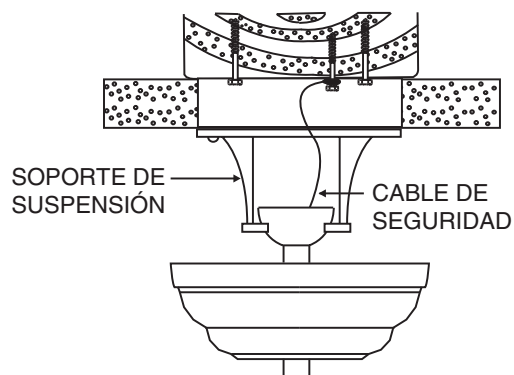

FIGURA 9
1. Se incluye un soporte de seguridad adicional para evitar que el ventilador se caiga. Sujete el cable de seguridad a la viga del techo con un tornillo y una arandela, tal como se muestra en la figura 9.